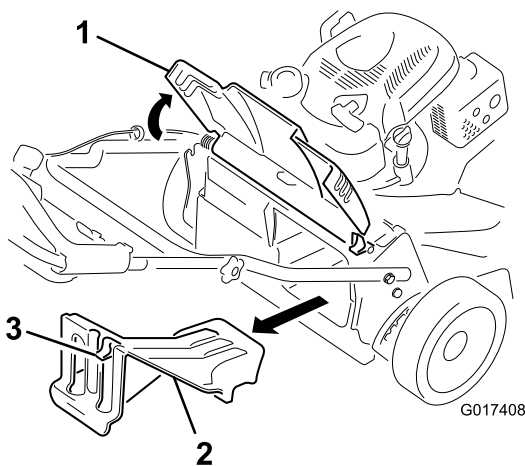

Figure 27
1. Soulevez le déflecteur arrière et gardez-le dans cette position (Figure 27)
2. Retirez l'obturateur d'éjecteur arrière en appuyant sur le verrou avec le pouce et en tirant l'obturateur hors de la machine (Figure 27).